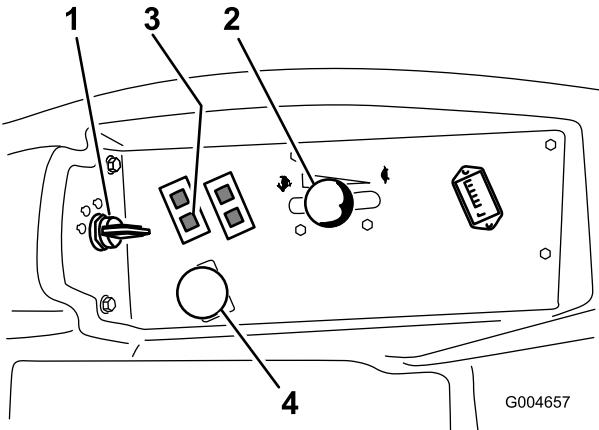

Figura 17
- Desloque o interruptor PTO (tomada de força) para a posição off (Figura 17).
- Desloque a alavanca do acelerador para metade entre as posições Fast e Slow (Figura 17).